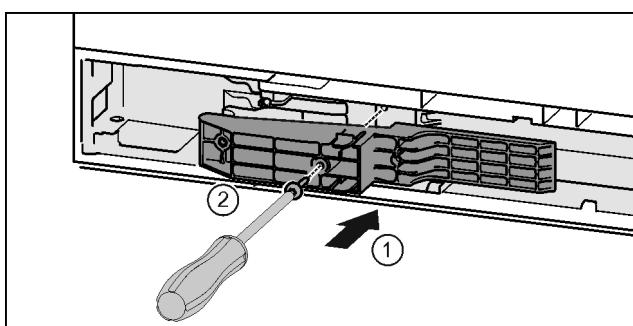

Fig. 45 \*
- Prilagodilnik na strani z ročajem vstavite v odprtino. Fig. 45 (1)\*
- Trdno privijte vijake z izvijačem T15. Fig. 45 (2)\*